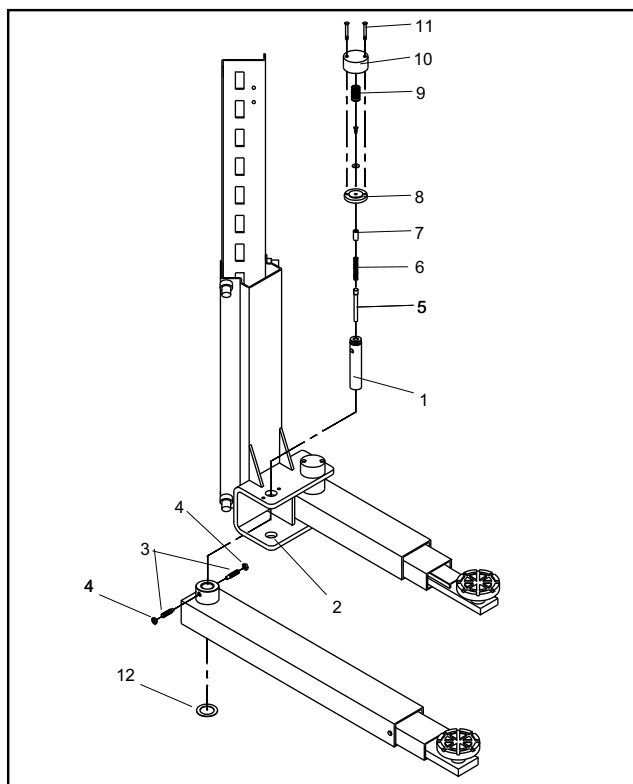

Fig.49
MONTAGGIO BRACCI E DISPOSITIVI DI BLOCCAGGIO-(Fig.49)
3 - Montare i bracci sul supporto (2) nella parte inferiore del carrello con la rondella in nylon (12 Fig. 49) inserita sotto al braccio, introdurre le spine dentate (1) nel supporto attraverso gli attacchi sul braccio (Vedere Fig.47).
ARM ASSEMBLING (Fig.49)
3 - Mount the arms into the carriage supports with the nylon washer (12 Fig. 49) fitted under the arm, insert the dowel pins into the support holes as shown in fig.47.